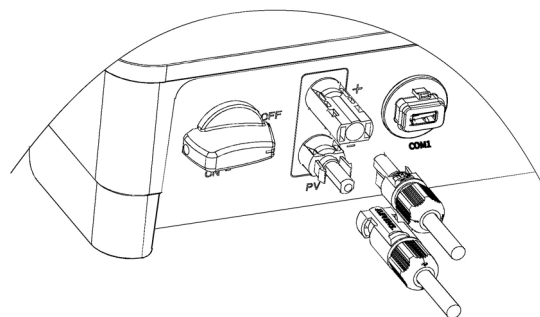
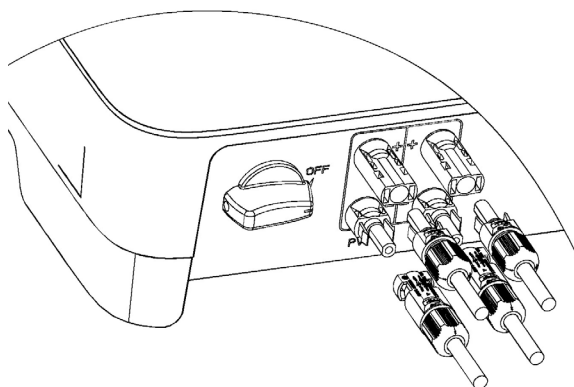

Fig. 24. Conexión terminales entrada DC equipos con 1 MPPT.
Fig. 25. Conexión terminales entrada DC equipos con 2 MPPT.
4. Inserte los conectores positivo y negativo en los terminales de entrada de DC respectivos del inversor. Se debe oír un clic si los terminales están bien conectados, tal como se muestra en la Fig. 24 y Fig. 25: